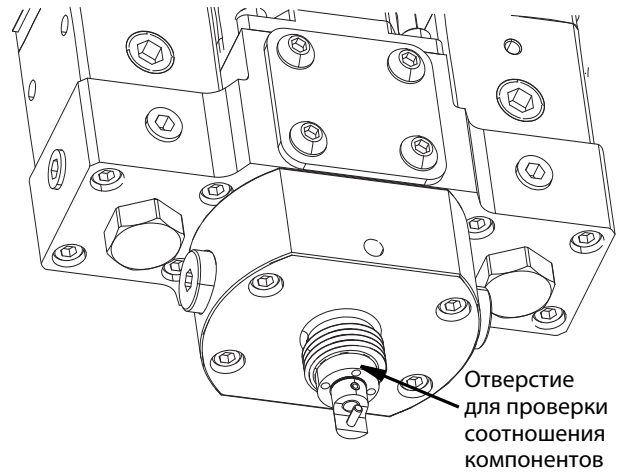

Рис. 23
7. Очистите кончик сопла с помощью соответствующего растворителя. Удостоверьтесь в отсутствии материала в отверстии сопла для проверки соотношения компонентов. См. Рис. 23.